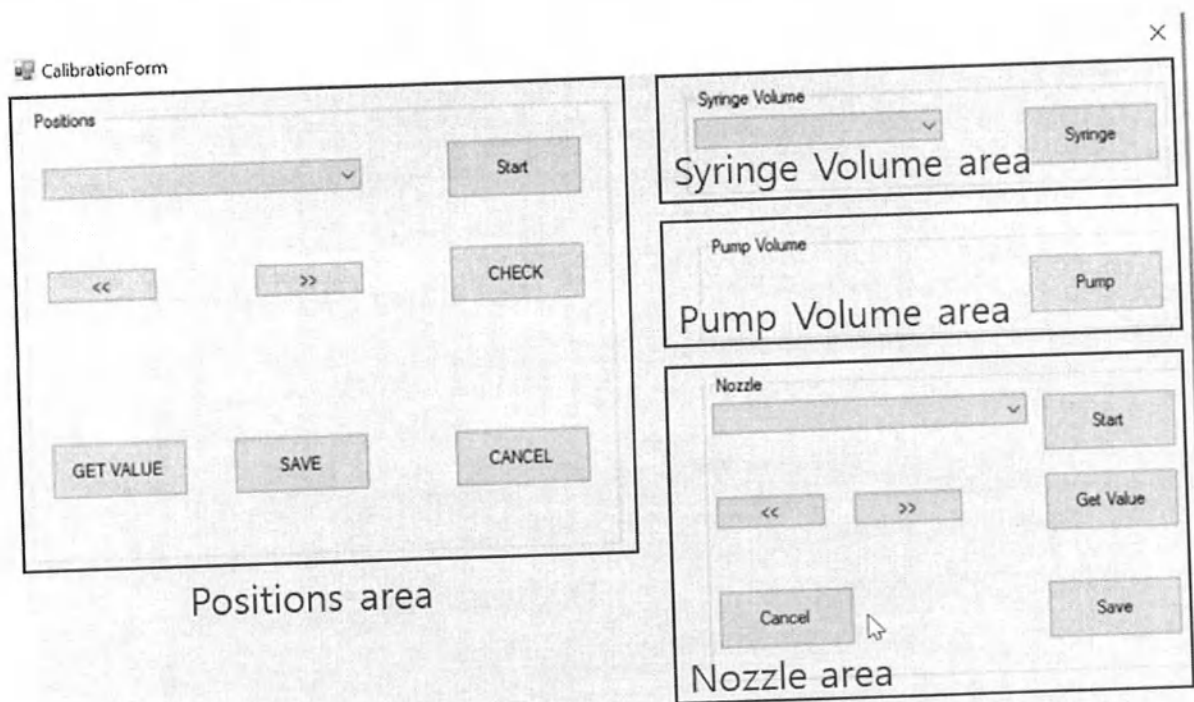

Рисунок 40
9.5.5.1 Если вы нажмете кнопку «Калибровка / Calibration» в форме обслуживания [Рисунок 23], отобразится «Форма калибровки / CalibrationForm» [Рисунок 40].